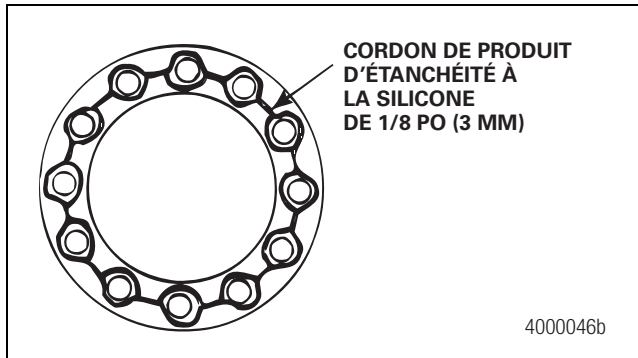

Figure 4.11
3. Appliquer un cordon de produit d'étanchéité à la silicone de 1/8 po (3 mm) autour d'une des surfaces. Appliquer également du produit d'étanchéité autour des trous de boulon de la surface d'étanchéité. Figure 4.11.